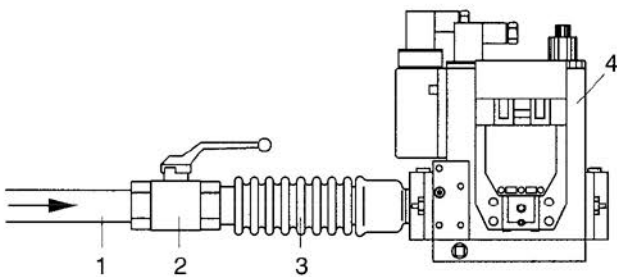

Fig. 3
La conexión a la tubería de alimentación del gas debe ser de dimensiones adecuadas y correspondientes al tipo de instalación que se ha de realizar y debe efectuarse disponiendo la "rampa de gas" de la manera indicada en Fig. 3: el tubo de gas (1), la llave de interceptación (2) y la junta anti-vibraciones (3) no se suministran junto con el generador y deberán ser predispuestos por el instalador, que los conectará al grupo válvulas de gas (4) suministrado con el generador de aire caliente.
- Conectar un manómetro a la toma de presión línea arriba (4) del grupo válvulas (Fig. 3);